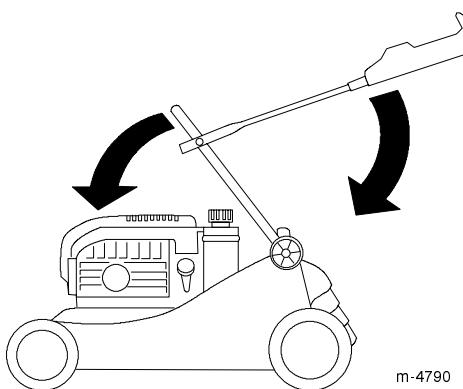

Figure 32
3. Abaissez la partie inférieure du mancheron vers l'avant avec précaution jusqu'à ce qu'elle repose sur le moteur (Fig. 32).
4. Repliez la partie supérieure du mancheron en arrière avec précaution jusqu'à ce qu'elle repose bien à plat (Fig. 32).